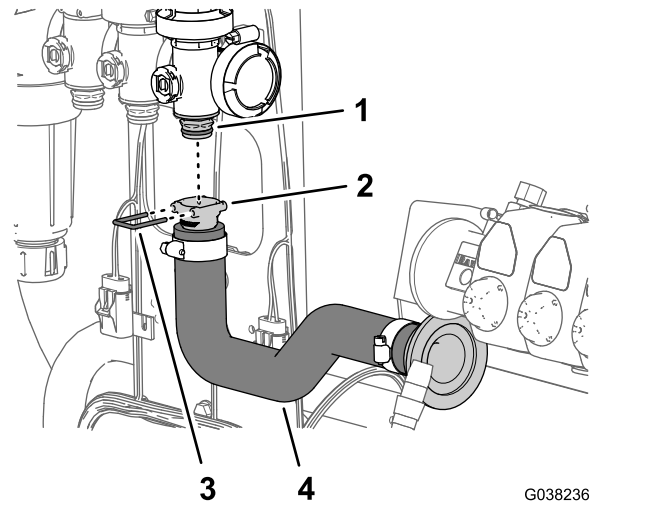

Figura 54
- Sujete el acoplamiento de manguera al acoplamiento de la válvula con la horquilla de retención (Figura 54) que se suministra con la manguera del caudalímetro.